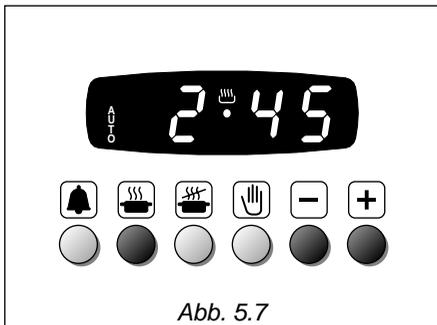

Abb. 5.7
## AUTOMATISCHES GAREN IM BACKOFEN (Abb. 5.7 - 5.8)
1. Gardauer durch drücken der Taste  und der Taste  oder  einstellen. (Abb. 5.7). (Taste  erhöhen, Taste  verringern).